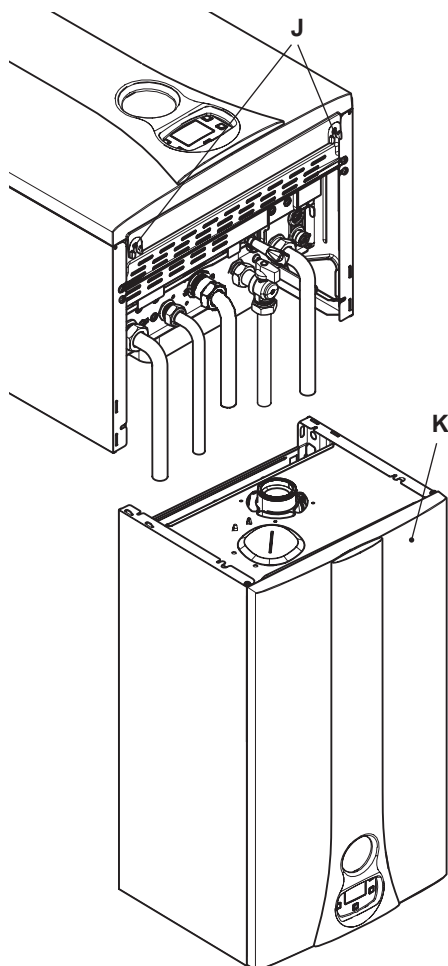

Figura 5.19
- Desenrosque los tornillos J y desmonte el panel frontal K tirando de él hacia usted y luego levantándolo para liberarlo de los alojamientos superiores Figura 5.19.